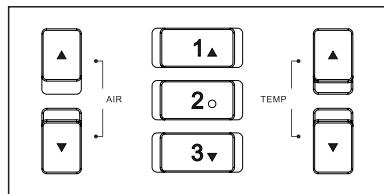

Рис. 1-4
1. Регулировка объема воздуха: нажмите кнопки \blacktriangle или \blacktriangledown «AIR» («ВОЗДУХ») (см. рис. 1-4). Чтобы быстро изменить значение, нажмите и удерживайте кнопку. Если не нажимать кнопки в течение 3 секунд, настройки будут сохранены автоматически.